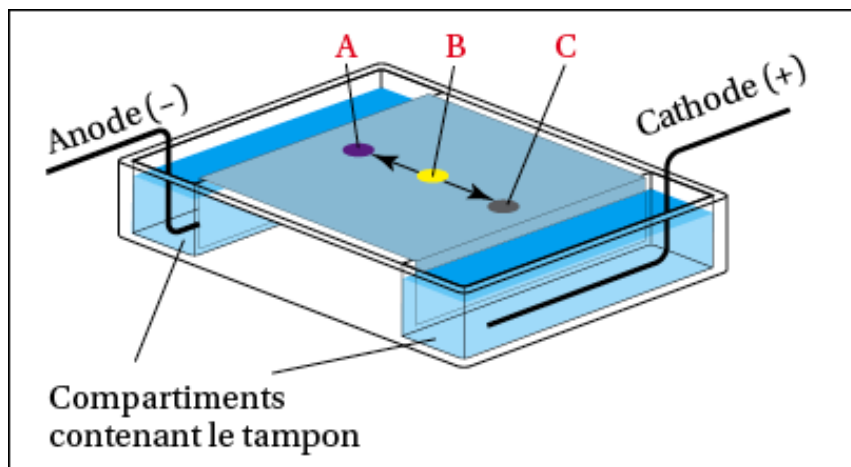

Figure 01. Préparation de la cuve, dépôt d'échantillon et migration
- **Préparation de la cuve et mise en place des supports** : la bande électrophorétique est imprégnée avec le tampon d'électrophorèse ($\text{pH} = 8.6$ et $\text{FI} = 0.05 \text{ mol/l}$), l'excès du tampon va être essoré en mettant la bande entre deux feuilles de papier absorbant. La bande est mise ensuite sur un portoir en tenant compte que les deux extrémités sont suffisamment dépassées pour être trempées dans le tampon de la cuve (anode et cathode) (Fig. 01). Les deux compartiments de la cuve sont remplis avec le même volume de tampon. Le portoir portant la bande est mis dans la cuve d'électrophorèse.
- **Dépôt d'échantillon** : un certain volume de sérum ($2\mu\text{l}$) est déposé sur la bande du côté cathodique en laissant quelques millimètres du côté pour éviter l'effet de bord. La bande doit être horizontale (Fig. 01).
- **Migration des molécules** : la cuve est fermée, le courant électrique continu de tension de 150 à 250 V est appliqué de 20 minutes à une heure. Les molécules se déplacent vers l'anode ou la cathode selon leur charge qui varie en fonction du pH du milieu qui doit être fixé en utilisant des solutions tampon. La vitesse de migration dépend de la taille et la forme des molécules (Fig. 01).